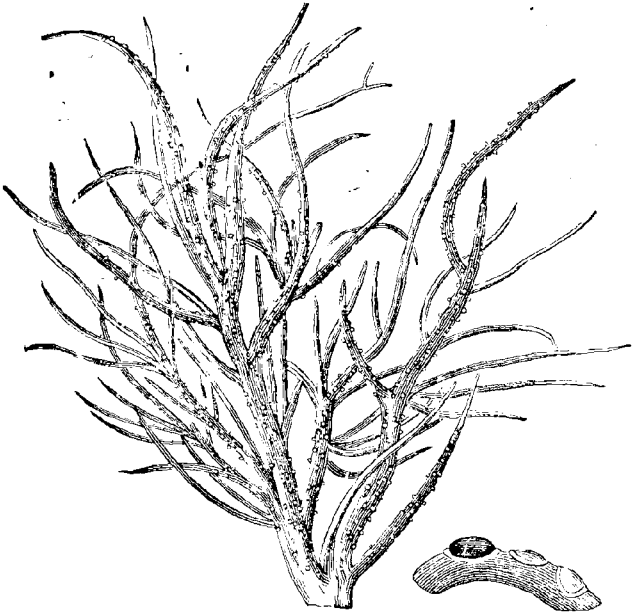

Fig. 238. Orseille des Canaries (Lichen fruticuleux).
**Origine.** — C'est une pâte d'un rouge foncé, obtenue en faisant fermenter des lichens sous l'influence de l'urine, de l'ammoniaque ou de la chaux (1). Ces lichens sont abondants sur les côtes de Madagascar, aux îles Canaries (fig. 238), et sur les rochers volcaniques d'Auvergne.
(1) Un lichen est l'association d'une algue et d'un champignon, il en existe plusieurs espèces qui sont souvent bien différentes par leur forme et leurs caractères (fig. 238 et 239).